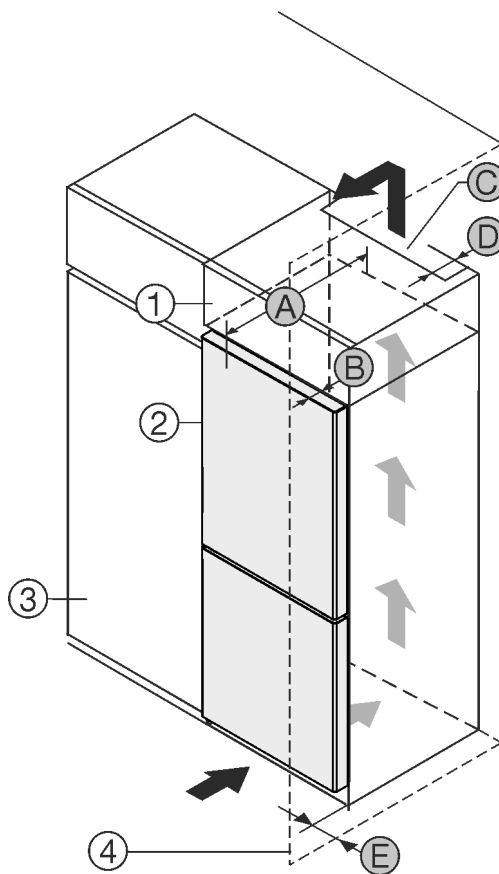

Fig. 1
Uređaj možete postaviti neposredno pored kuhinjskog ormara Fig. 1 (3).
Na stražnjoj strani visećeg ormara treba postojati otvor za odzračivanje dubine Fig. 1 (D) po cijeloj širini visećeg ormara.
Ispod stropa prostorije treba poštovati ventilacijski presjek Fig. 1 (C).
Kada se uređaj postavlja s okovima pored zida Fig. 1 (4), razmak između uređaja i zida mora iznositi najmanje 13 mm.
Kada se uređaj postavlja s okovima pored zida Fig. 1 (4), razmak između uređaja i zida mora iznositi najmanje 20 mm.
Kako biste vrata mogli potpuno otvoriti, uređaj mora biti za dubinu vrata Fig. 1 (B) ispred u odnosu na prednjicu kuhinjskog ormara. Ovisno o dubini kuhinjskih elemenata Fig. 1 (3) i uporabi zidnih odstožnika, uređaj može i dalje stršati.